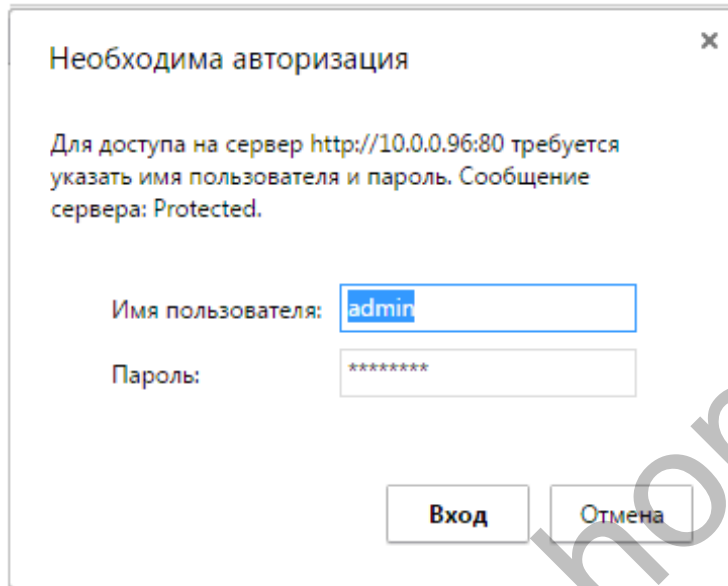

Рисунок 6.2 – Вікно входу в програмування пристрою
- у вікні, що з'явилося (залежить від браузера, рис. 6.2), в полі «Імя користувача» ввести - admin, в полі «Пароль» - password. При успішному введенні з'явиться вікно програмування із заводськими налаштуваннями (рис. 6.3);